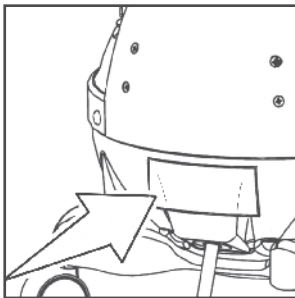

FIG. 3
3. Antes de conectar el aparato, asegurarse de que el voltaje, indicado en la placa de datos corresponda al de la red eléctrica. La placa de datos está situada debajo del aparato (fig. 3). Asegurarse de que la toma de alimentación tenga puesta a tierra y diferencial de protección (salvavida).